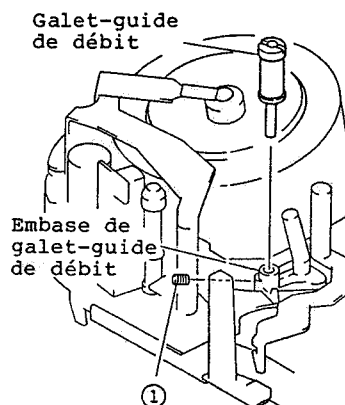

Fig. 2-74
1. Retirer une (1) vis de fixation à tête six pans immobilisant le galet-guide de débit. (Se reporter à la figure 2-74)